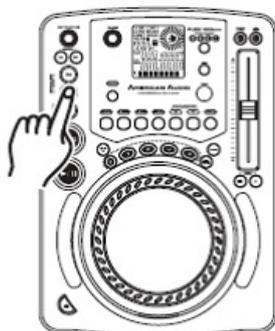

Figura 21
- 1) premere il pulsante OUT (23) per tornare alla normale esecuzione (Figura 21). Ciò disabilita la modalità CICLO CONTINUO consentendo di editare il punto finale dei cicli.
- 2) Premere di nuovo il pulsante OUT (23) quando si raggiunge il nuovo punto finale (Figura 21).
- **Per un ciclo più corto:** premere il pulsante OUT (23) nel punto più vicino della traccia (Figura 21).
- **Per un ciclo più lungo:** premere il pulsante OUT (23) nel punto più vicino della traccia (Figura 21).